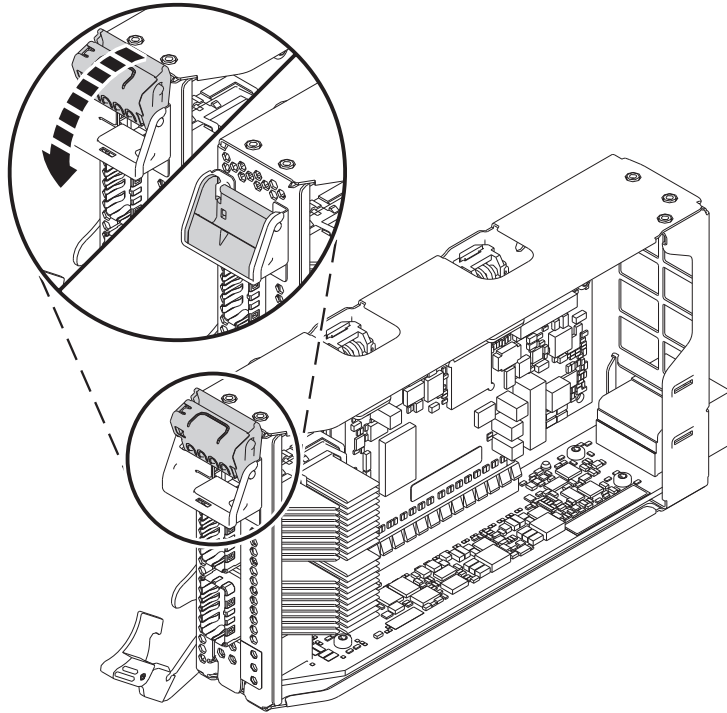

Figure 18. Installation d'une carte extra-large demi-longueur dans la cassette de cartes PCIe
- c. Pour bloquer la carte, faites tourner le taquet de blocage de contre-poupée comme illustré dans la figure 18, à la page 19.